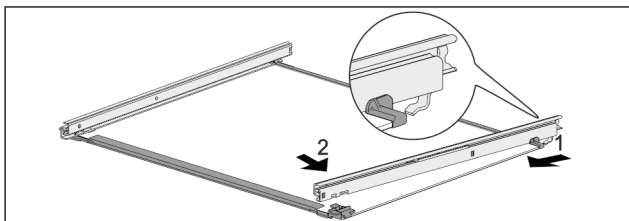

Fig. 83 Glasplatte mit Schienen
- ▶ Schiene hinten einhaken. *Fig. 83 (1)*
- ▶ Schiene vorne einrasten. *Fig. 83 (2)*